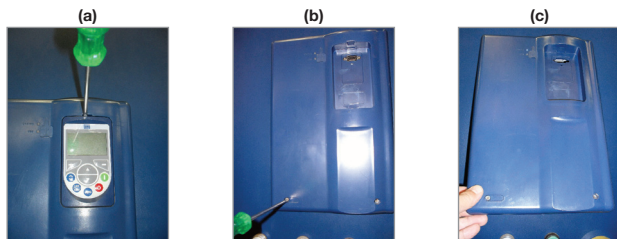

Figura 2: Remoción de tapa frontal
- Paso 1:** Con el SSW7000 desenergizada, retire la tapa frontal (figura 2);